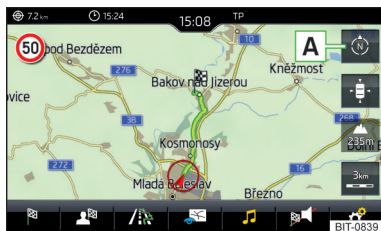

Fig. 226
► Para **cambiar la dirección del mapa**, pulsar en el menú principal *Navegación* la superficie funcional  **A** » fig. 226.